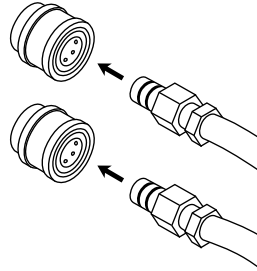

Afbeelding 7-9: De borgkraag naar achteren trekken
1. Om een slang aan te sluiten duwt u de borgkraag van de poort op de regeleenheid naar achteren (Afbeelding 7-9 op pagina 7-25).